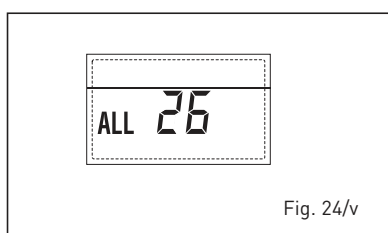

Fig. 24/v
– **ANOMALIA COERENZA APPLICAZIONE SOLARE "ALL 27" (fig. 24/w)**